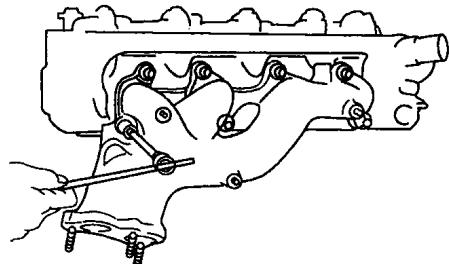

图 1-16 拆下排气歧管和垫片
- 2) 旋下 8 个螺母，如图 1-16 所示，拆下排气歧管和垫片。